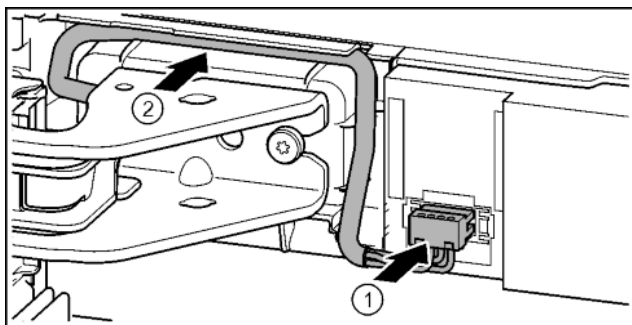

Fig. 40
- ▶ Zaklapněte zástrčku nad horním stojanem ložiska a kabelové prameny opatrně vložte do kanálu. *Fig. 40 (1)*
- ▶ Šedý kabel opatrně položte ve vedení nad horním stojanem ložiska. *Fig. 40 (2)*